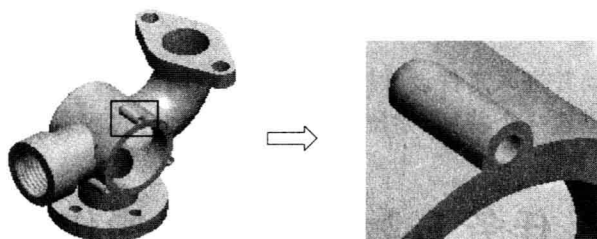

图 1-30 局部放大视图操作
(1) 屏幕显示命令
①  全屏显示。保持目前视角,按最大化显示,此时视角内所有图素都显示在绘图工作区内。
②  局部放大。单击该按钮,然后在绘图工作区拖动出一个窗口,进行视图的放大操作,如图 1-30 所示。